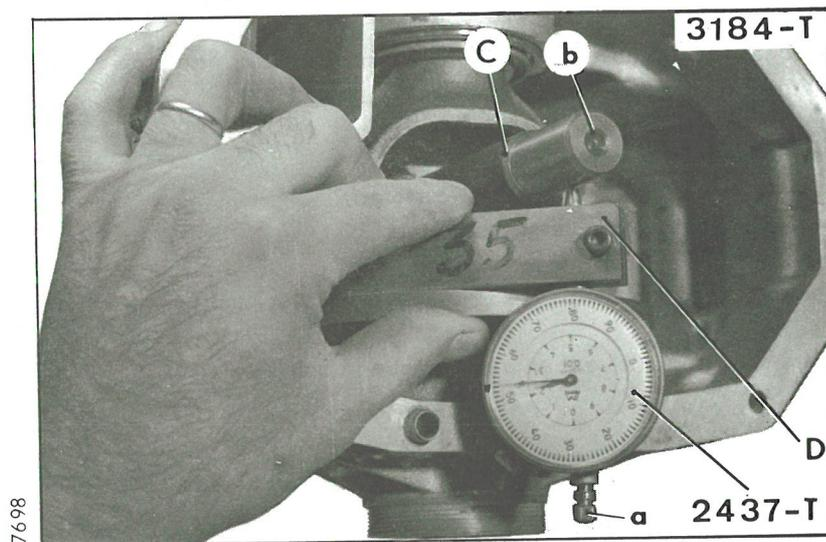

Figure 2
- e) Déterminer l'épaisseur de la rondelle de réglage à placer dans le demi-carter gauche (voir figure 2).